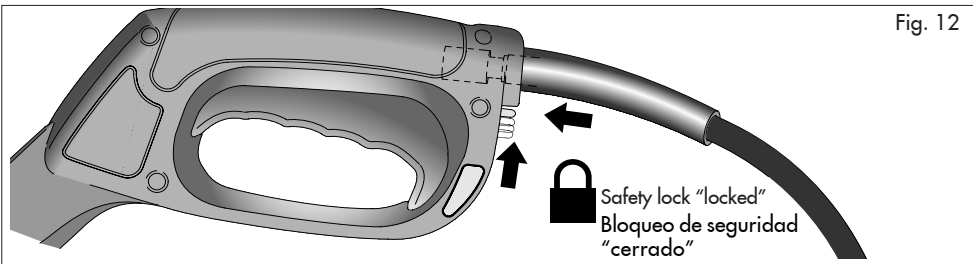

Fig. 12
1. Connect high pressure hose to the gun and then lock hose safety device. (Fig. 12)
1. Conectar la manguera de alta presión a la pistola y a continuación cerrar el dispositivo de la manguera de seguridad. (Fig.12)